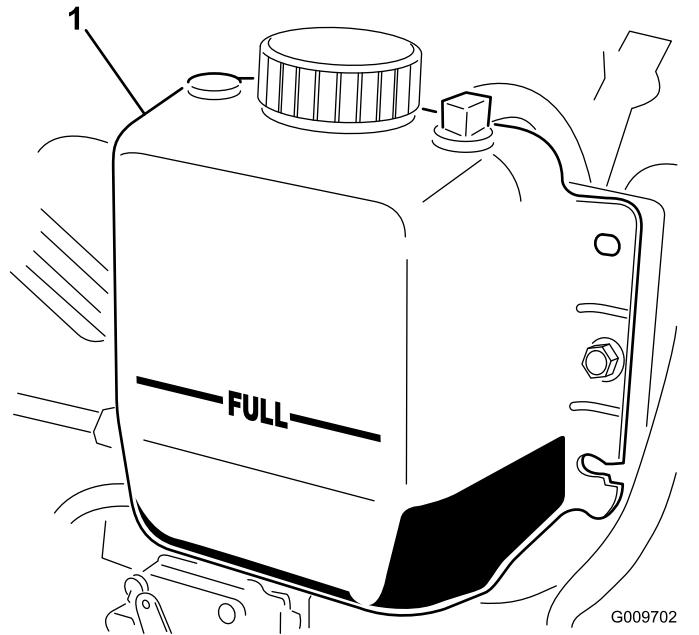

Figura 35
2. Verifique o nível do líquido de arrefecimento do radiador. O radiador deverá encontrar-se cheio de líquido até ao cimo do tubo de enchimento e o nível de líquido no depósito de expansão deverá atingir a marca FULL (cheio) (Figura 35).